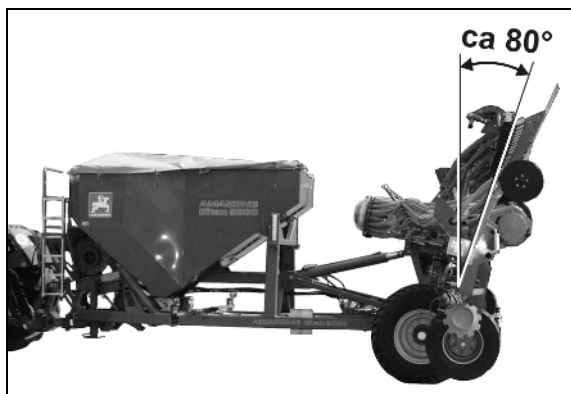

Рис. 111
- Только с **AMATRON 3**: Давление консолей может отключаться путем перестановки рычага (Рис. 111).